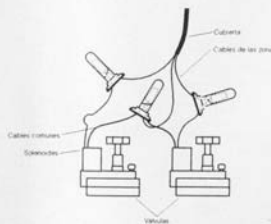

Ilustración 2
2. Cada válvula tiene dos cables, uno de los cuales se debe conectar como el común. Todos los cables comunes para todas las válvulas se deben conectar juntos a un cable común que vaya al regulador. El otro cable de la válvula se debe conectar al cable de la zona específica controlada por esa válvula (vea la ilustración 2).